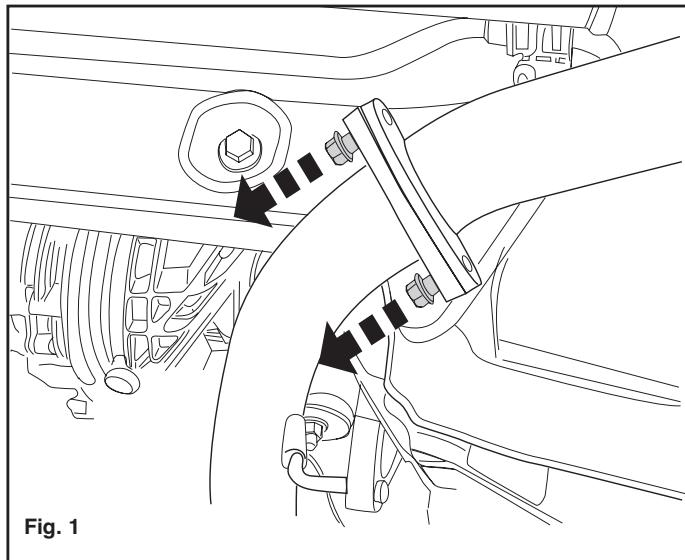

Fig. 1
1. Démonter le demier silencieux de l'échappement. Voir la figure 1.
2. Démonter l'anneau de remorquage (G). Il ne sera plus utilisé.
1. Demonter den bageste lydpotte. Se fig. 1.
2. Demonter sejringen (V). Denne bliver overflødige.
- Zdemontować ostatni tłumik rury wydechowej. Patrz rysunek 1.
- Zdemontować pierścień holowniczy (L). Tego nie będzie się ponownie używać.